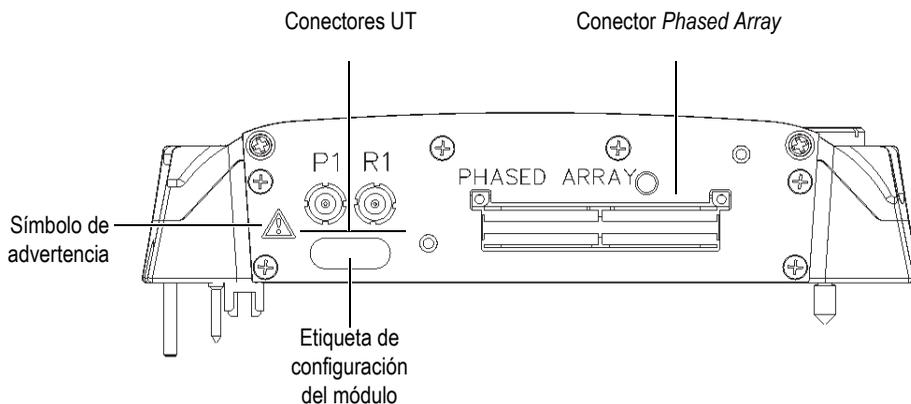

Figura M-1 Vista lateral del módulo
- Para reducir el riesgo de descargas eléctricas, evite tocar el conductor interno de los conectores LEMO. El conductor interno de los conectores UT puede alcanzar una tensión de hasta 340 V y el conector PA de hasta 115 V. El símbolo de advertencia cerca de los conectores LEMO indica riesgos de descarga eléctrica (vea la Figura M-1 en la página 197).